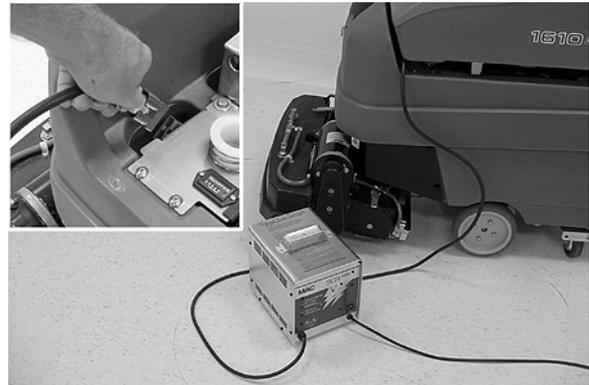

ABB. 31
6. Laden Sie die Batterien auf (Abbildung 31). Siehe BATTERIEN AUFLADEN.